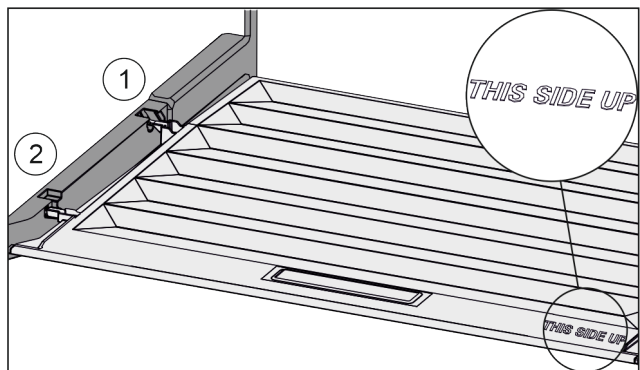

Fig. 91
- ▶ Вставить поперечные ребра крышки через отверстие заднего держателя Fig. 91 (1) и защелкнуть спереди в держателе Fig. 91 (2).